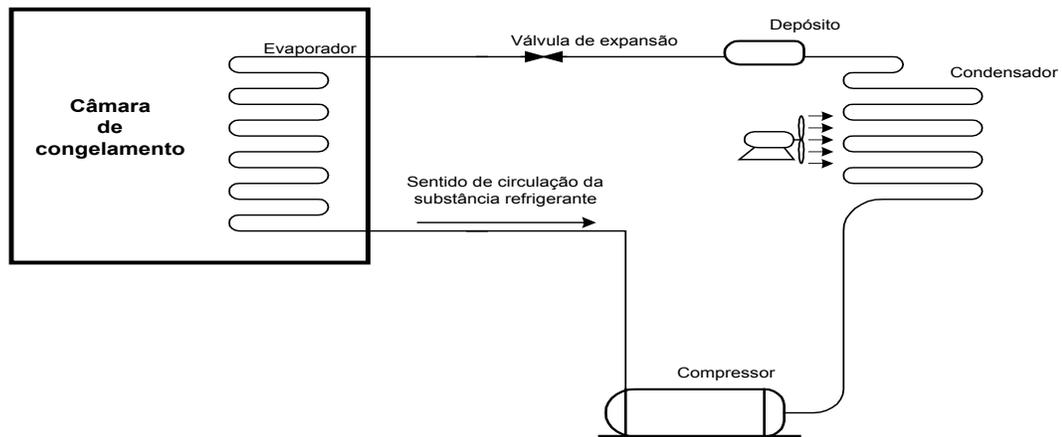

Figura 2 – Esquema básico de uma unidade de geração de frio.
Os meios refrigerantes mais utilizadas são a água e o ar. E estes para serem empregados necessitam ter reduzida suas cargas térmicas o que implica em perda de calor e que por conseguinte leva a redução de temperatura. Para reduzir a temperatura dos meios refrigerantes é necessário o emprego de um sistema de geração de frio conforme esquematizado na Figura 2.
Os componentes do circuito de refrigeração apresentado na Figura 2 possuem por função:
**Condensador** – nesta parte do circuito o gás pressurizado, proveniente do compressor, ao perder calor para o meio externo toma o estado líquido. Em seguida é armazenado em um depósito. O condensador geralmente possui uma série de tubos circulares que possibilitam a perda calor para o meio externo. No caso das geladeiras domésticas o condensador é instalado na parte traseira do equipamento. O meio externo pode ser o ar atmosférico ou água. No caso da primeira opção pode ser empregado um ventilador (Figura 2) para a melhorar a performance do sistema.